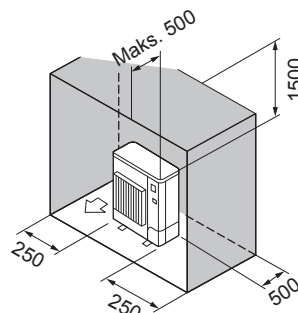

Fig. 2-7
⑥ Hindringer kun bak, på sidene og over (Fig. 2-7)